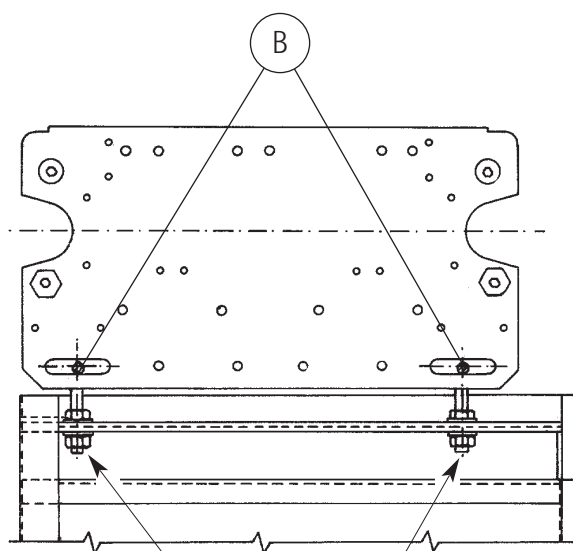

Fig. 1
Il pattino sul rispettivo perno si monta con una leggera pressione fino a quando le apposite linguette (1) si incastrano nella cava (Fig. 1). Per sostituirlo è sufficiente spingerlo dalla parte posteriore e contemporaneamente, con un piccolo cacciavite, allargare le linguette (1), prima una e poi l'altra.